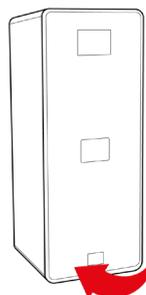

Fig. 1-6
18.9 – Rimontare il pannello frontale in plastica, vedi Fig. 1-6.